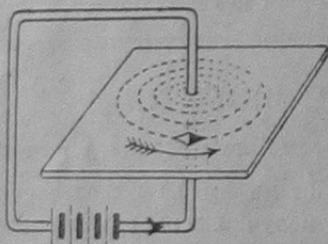

Рис. 2. Магнитное поле тока.
2) При пропускании тока через проводник (рис. 2), вокруг него возникает магнитное поле, состоящее из тех же линий сил, что и у магнита. Что это так, доказывается намагничиванием током железа: получается электромагнит.